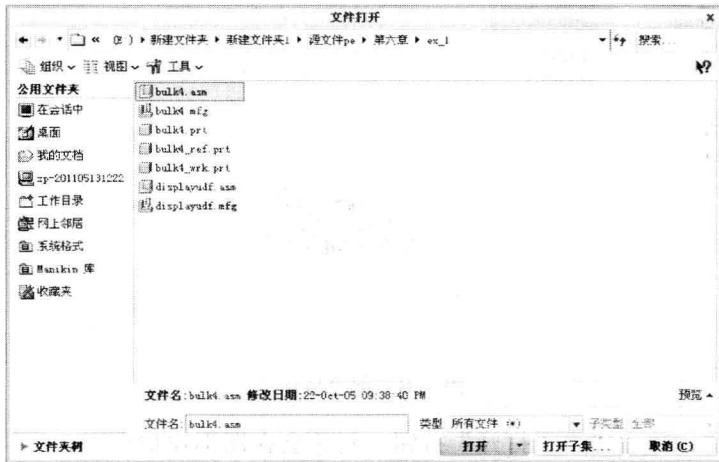

图 1-6 “文件打开”对话框
(1) 单击“快速访问”工具栏中的“打开”按钮 或选取“文件”→“打开”命令，如图 1-6 所示的“文件打开”对话框打开。“寻找”框中的目录默认为下列目录之一：